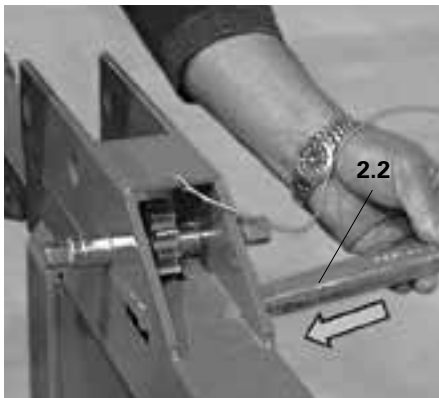

Fig. A1.17
3. Assicurare con il cuneo (2.2). (Fig. A1.17)